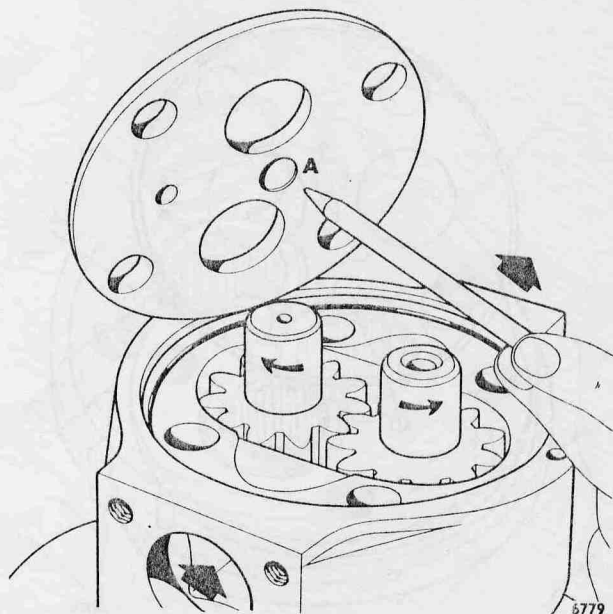

Fig 178. Montering av slitbricka.
26. Smörj kugghjulen och placera eventuella återstående mellanlägg 7, slitbrickan 13 och O-ring 6 på mellanstycket. Se till att slitbrickans diameter $1/2'' \times 1/16''$ djupa mottryckshål A blir vänt mot kugghjulen och mot trycksidan, alltså lika som på motsatta sidan, se fig 178.